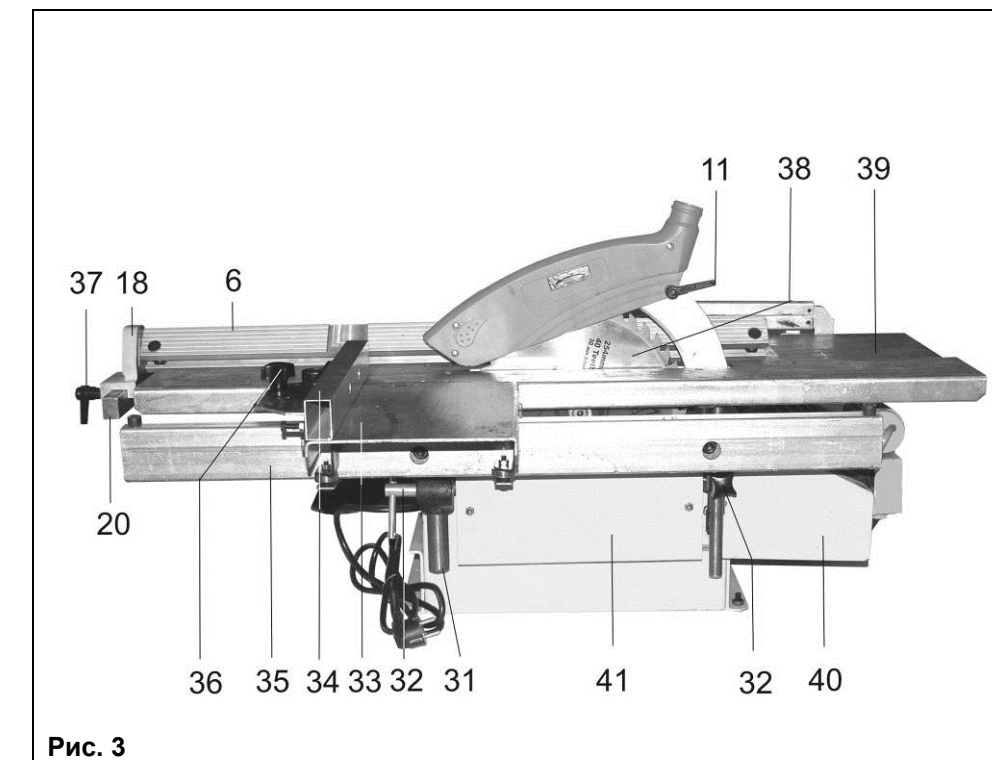

Рис. 3
8.2.1. Как показано на Рис. 3, 4, ослабьте положение двух винтов фиксации (32), демонтируйте (поднимите вверх) пильный рабочий стол (39), снимите защитный кожух (41), установите и закрепите пильный диск (38). Установите и закрепите защитный кожух (41).